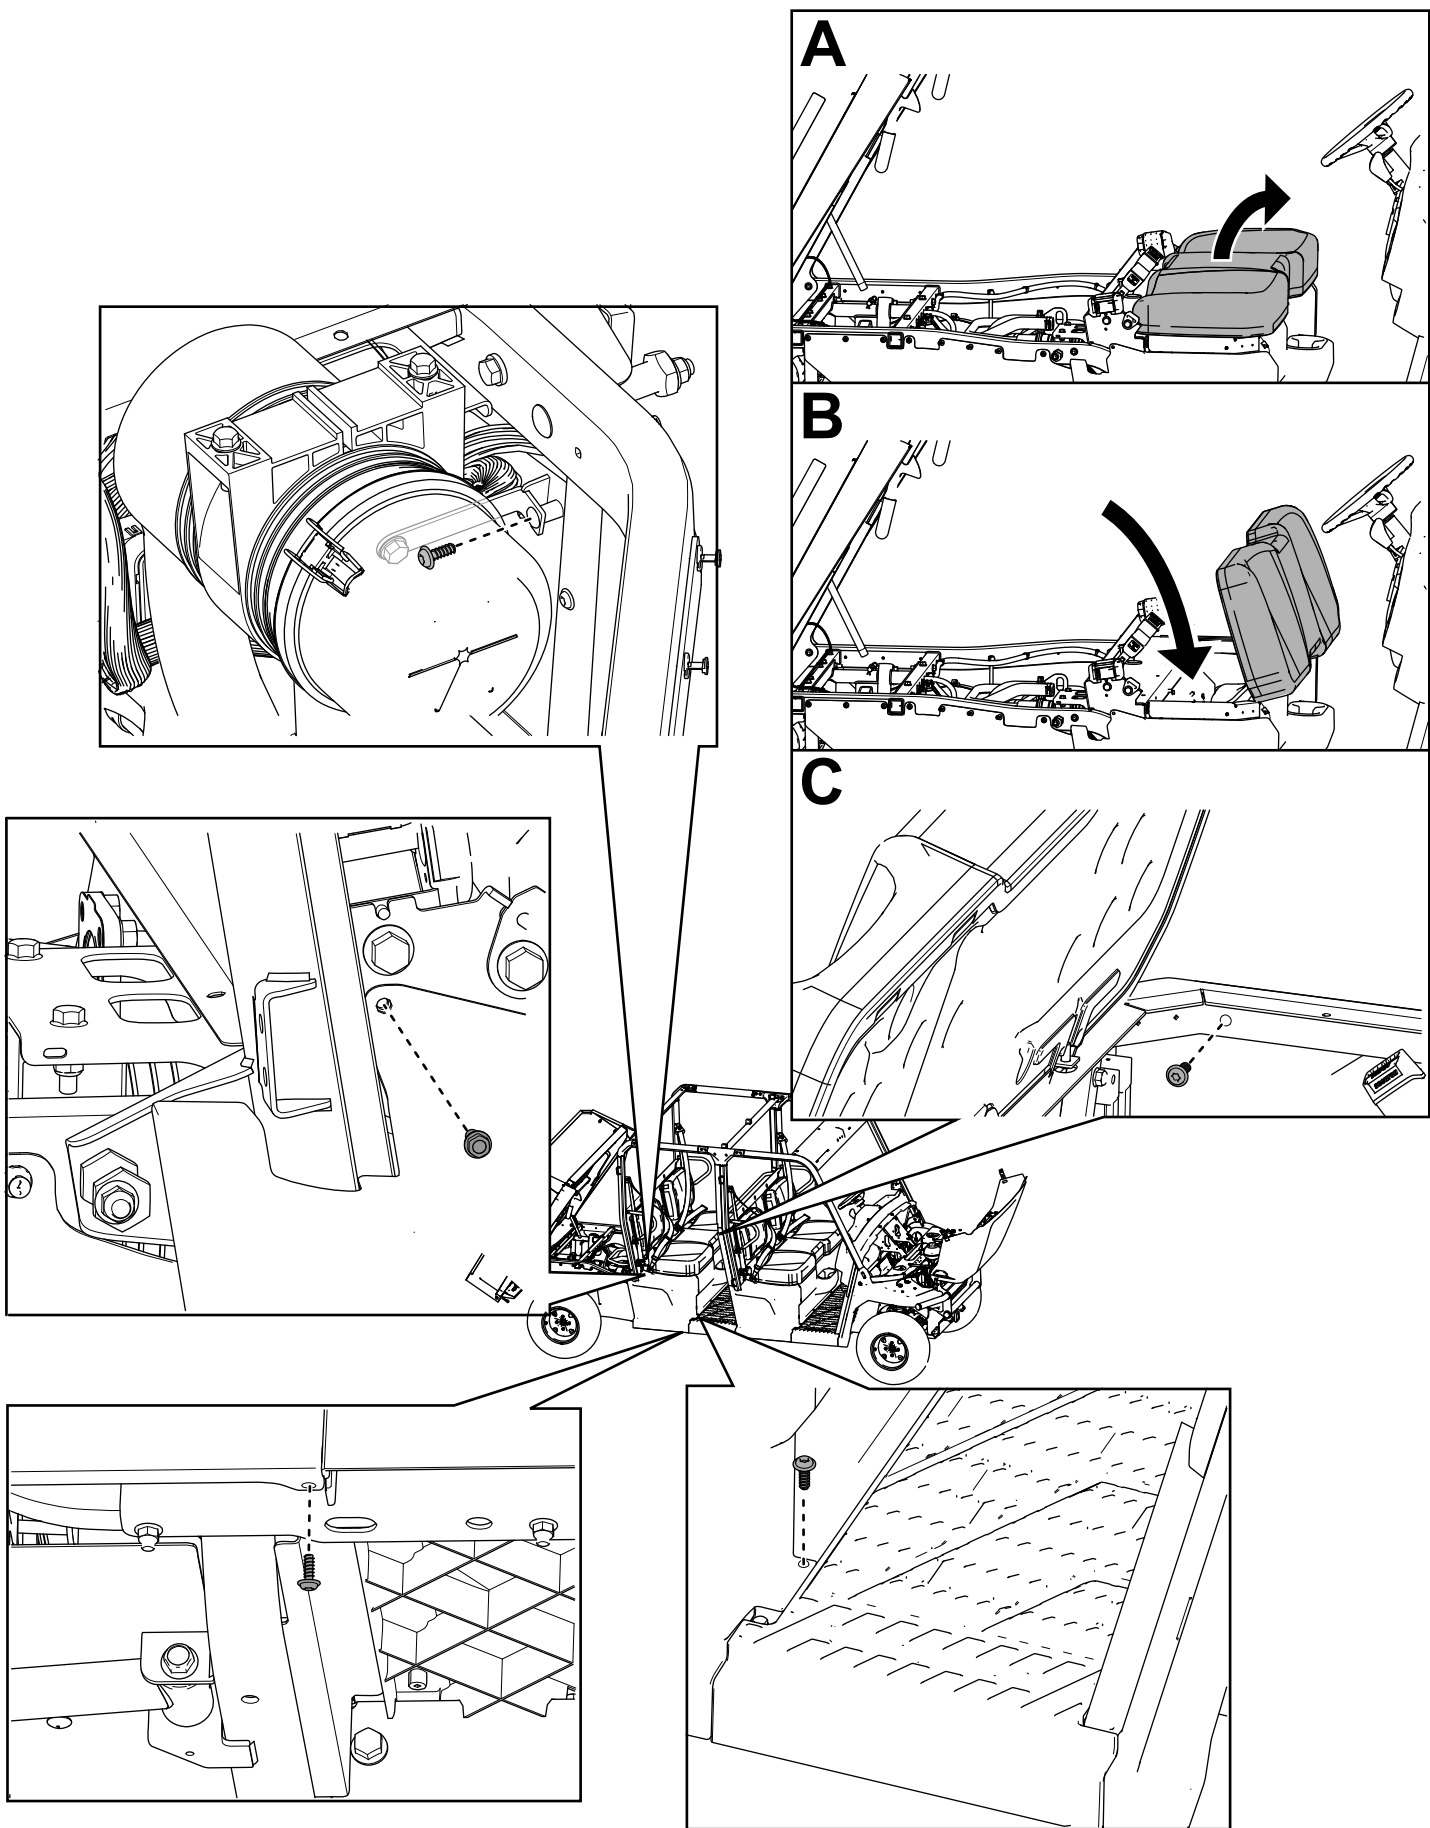

Figure 72
32. Fixez les 2 panneaux droits et les 2 panneaux gauches de base du siège à l'aide des boulons à tête hexagonale à embase ( $\frac{1}{4}$  x  $\frac{3}{4}$  po) retirés précédemment, comme montré à la Figure 72.